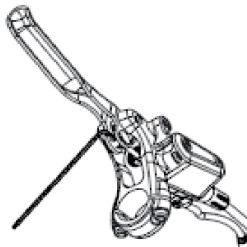

Figura 3-1 Metodo di regolazione della vite di regolazione dell'impugnatura
① Quando si utilizza una chiave esagonale da 2 mm per la regolazione, ruotare in senso orario per aumentare la distanza di presa (massimo circa 100 mm) e in senso antiorario per il senso opposto (minimo circa 80 mm, come mostrato nella Figura 3-1).
② Quando la distanza di presa viene regolata al massimo ruotando in senso orario (circa 100 mm), se la chiave esagonale viene girata di 2 mm, il pistone in alluminio della leva del freno a disco si sposterà in avanti, rendendo la leva facile da premere (la forza frenante aumenterà in questo momento), ma potrebbe causare una compensazione automatica.